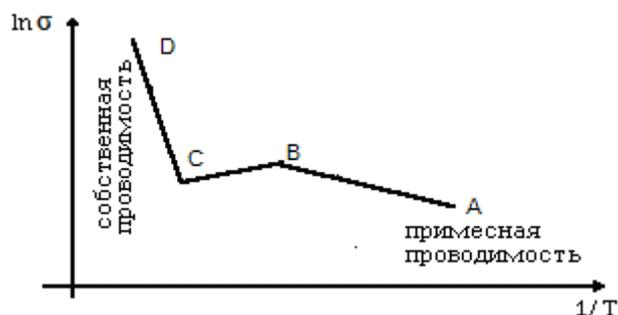

Рис. 4. Температурная зависимость проводимости примесного полупроводника от температуры.
Первое слагаемое отражает собственную проводимость полупроводника, второе – примесную с энергией активации проводимости  $\Delta E_{\text{пр}}$ . Зависимость (11) представлена на рис. 4.